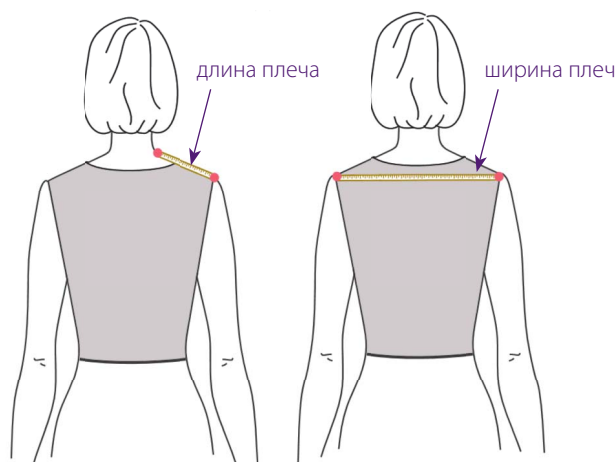

Рис. 2
- длина плеча: от шеи до костного выступа на конце плеча (акромион) (рис. 2 слева);
- ширина плеч: расстояние между костными выступами на концах плеча (рис. 2 справа).